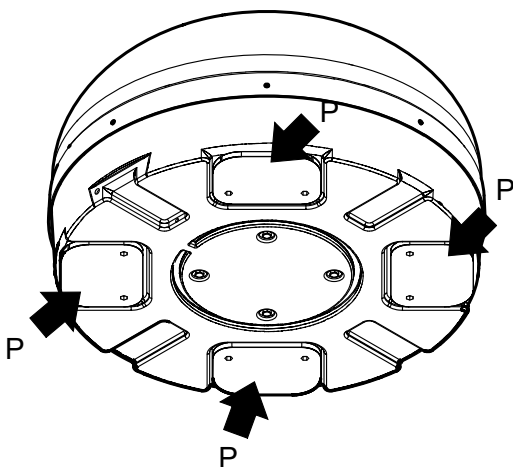

Fig. 8
2. Nettoyer soigneusement les 4 plaques (P) de montage sur l'antenne et le toit du véhicule avec de l'alcool et faire évaporer avant d'appliquer le mastic (**Fig. 8**).